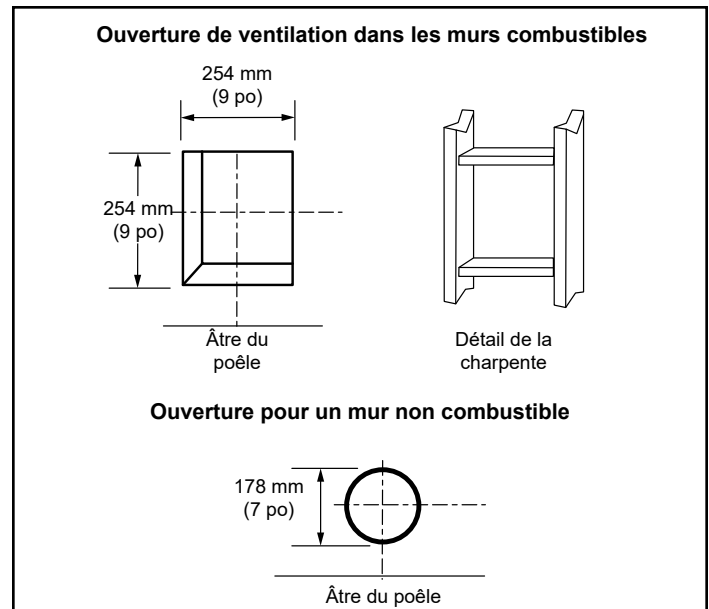

Figure 3.11 – Localiser l'ouverture de la ventilation sur le mur
1. Localisez l'ouverture de ventilation sur le mur. Il peut être nécessaire de positionner d'abord le poêle et de prendre des mesures pour déterminer l'emplacement de l'ouverture. Selon que le mur est combustible ou non, coupez l'ouverture en fonction de la taille (figure 3.11). Pour les murs combustibles, installez d'abord un cadre dans l'ouverture. Murs combustibles : Découpez un trou de 254 x 254 mm (10 x 10 po) à travers le mur extérieur et installez un cadre, (figure 30). Murs incombustibles : L'ouverture du trou doit avoir un diamètre de 178 mm (7 po).